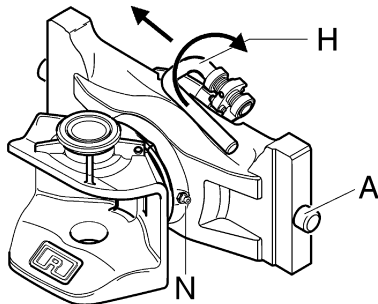

Abb. 1
- Handgriff (H) der Kurvenscheibe nach oben drehen und nach links drücken: Arretierbolzen (A) bewegen sich nach innen (s. Abb. 1)
- Kupplung in Schwebestellung halten und zugleich Handgriff (H) wieder nach rechts drehen, um das Einrasten zu unterstützen
- Handgriff in anliegender Position loslassen (s. Abb. 1)